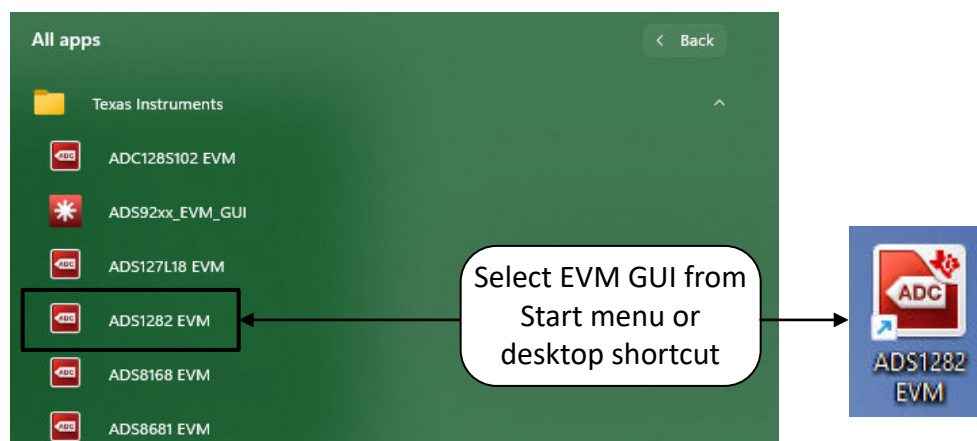

图 4-2. 启动 ADS1282EVM GUI 软件
3. 按照图 4-2 所示启动软件 GUI。您会注意到，当 FPGA 固件加载到 PHI 上时，LED 缓慢闪烁。此加载过程需要几秒时间。建立连接后，ADS1282EVM 上的 LED D1 会亮起。